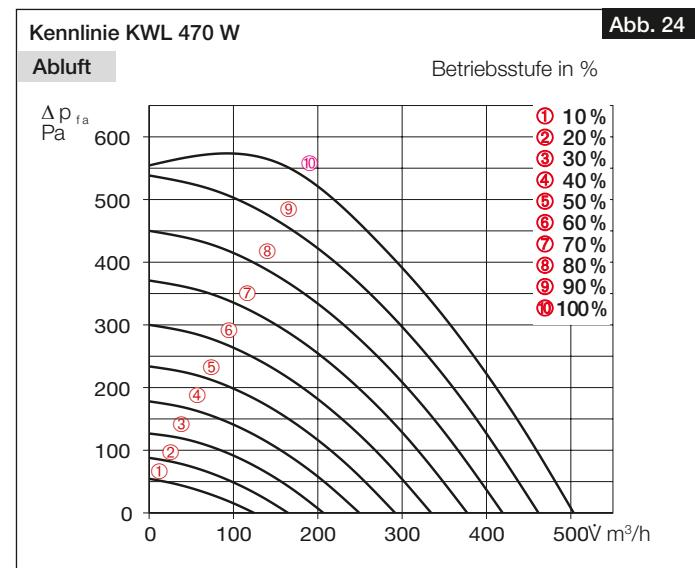

Abb. 24
- Die ermittelten Differenzdrücke der Ab- und Fortluftmessung in die Kennlinie des Gerätes für Abluft (s. Abb. 24 und Abb. 26), entsprechend der im Lüftungsprofil hinterlegten Ventilatorleistungen, eintragen (vgl. Abb. 28 und Abb. 29).